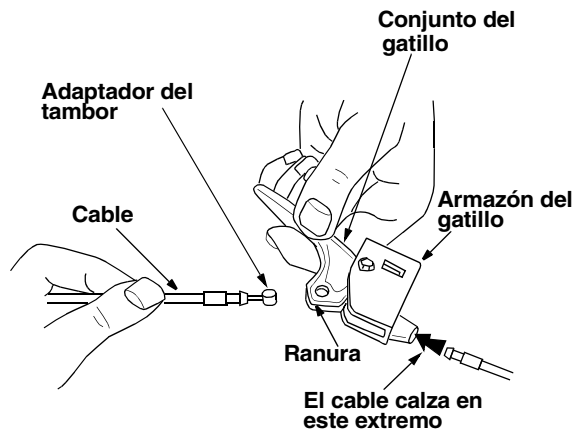

Figura 13
- Coloque el adaptador del tambor del cable dentro del orificio del gatillo. Usted puede encontrar los gatillos y la ferretería relacionada en el grupo H del conjunto de ferretería (en la página 43). Tire del cable y gírelo alrededor del fondo del gatillo, con el cable interior en la ranura, hasta que el extremo del cable pueda ser empujado dentro del armazón del gatillo y calzado firme. Vea la Figura 13.
- Coloque en posición el gatillo de giro a la derecha debajo del mango derecho. Asegure con el tornillo y suelde la tuerca del Grupo H del conjunto de ferretería. Vea la Figura 13. Usted necesitará un destornillador phillips para ajustar el tornillo.